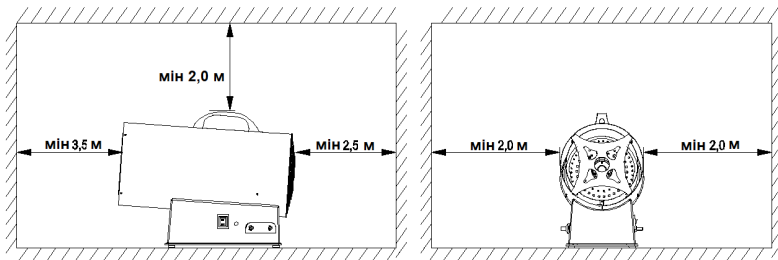

Рисунок 2. Схема встановлення виробу у приміщенні.
1. Стько встановити виріб опорами на твердій рівній горизонтальній поверхні підлоги із негорючим покриттям у зоні ефективної вентиляції приміщення без постійного перебування людей, не нижче рівня землі, із відсутністю легкозаймистих речовин (рис. 2).